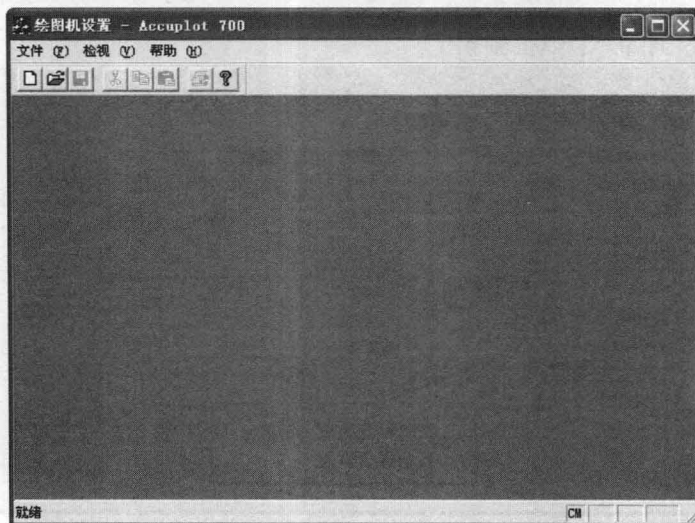

图 1-11 【绘图机设置】模块界面
- (1) 通过【配置】菜单选择【绘图机设置】，屏幕显示如图 1-11 所示。